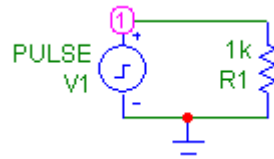

Рис. 2.6
Замените сопротивление  $R2$  в схеме рис. 2.4, как показано на рис. 2.6. Проведите моделирование, проанализируйте результаты, сравните с временными диаграммами на рис. 2.4.
2.5.5. В MicroCAP постройте модель цепи с импульсным источником сигнала, показанную на рис. 2.6.